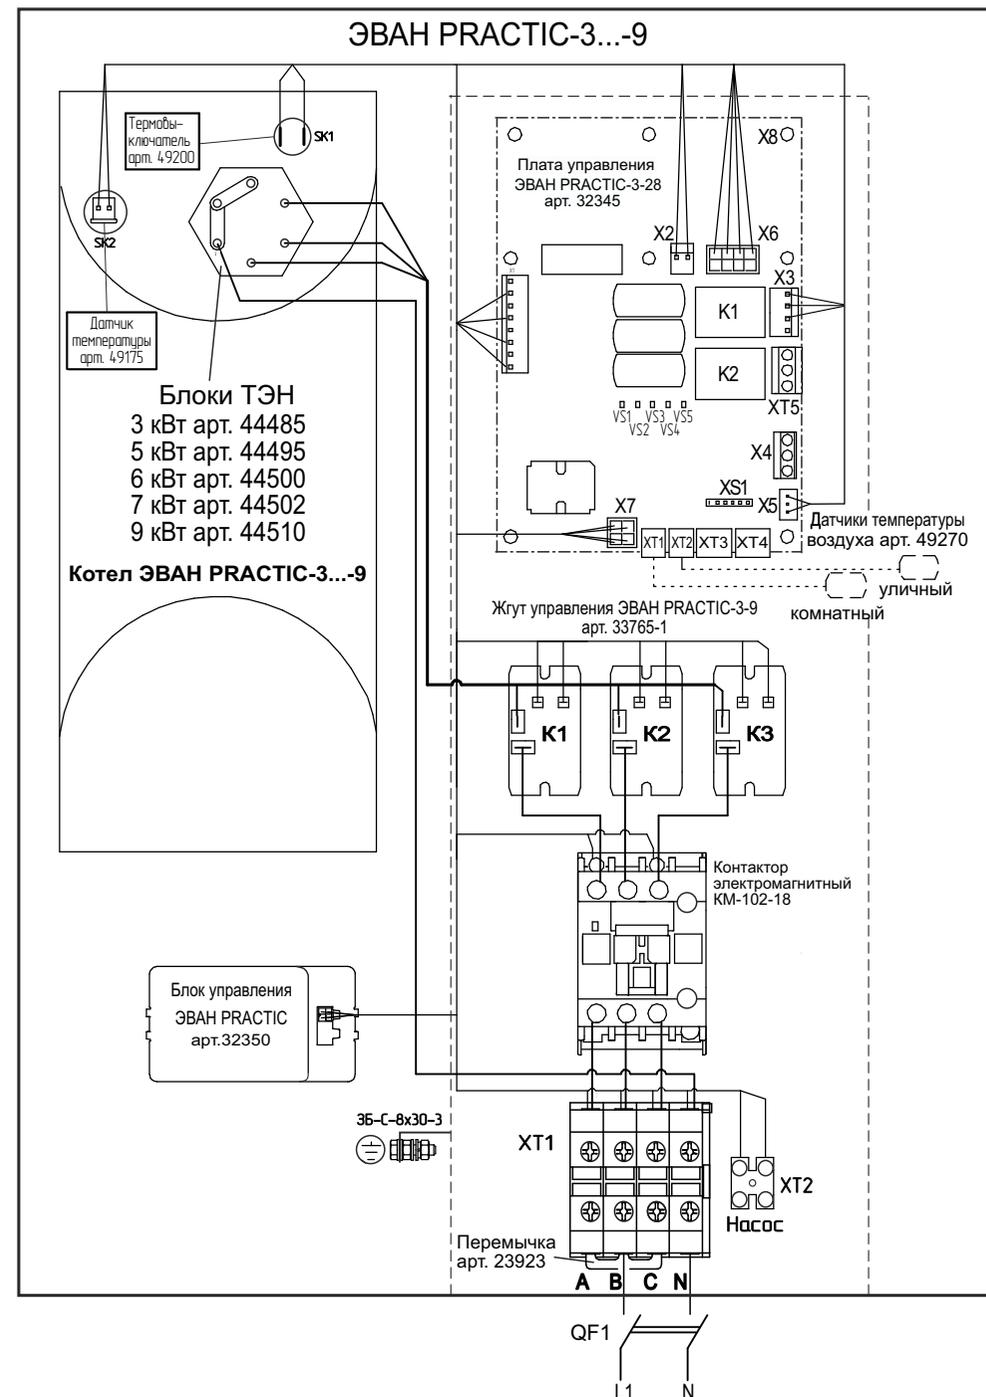

Рисунок 18. Схема подключения ЭВАН PRACTIC-3...-9 к сети 220В.
6.1.10 Подключение прибора к электрической сети производится в соответствии с рис. 18 - 23 только через внешний автоматический выключатель QF1, с номинальным током (In) указанным в таблице 2.
6.1.12 Подключение силового кабеля, шнура питания циркуляционного насоса, шнура датчиков температуры воздуха и прочих устройств производится согласно ПУЭ и ППБ в соответствии с рис. 18 - 23.